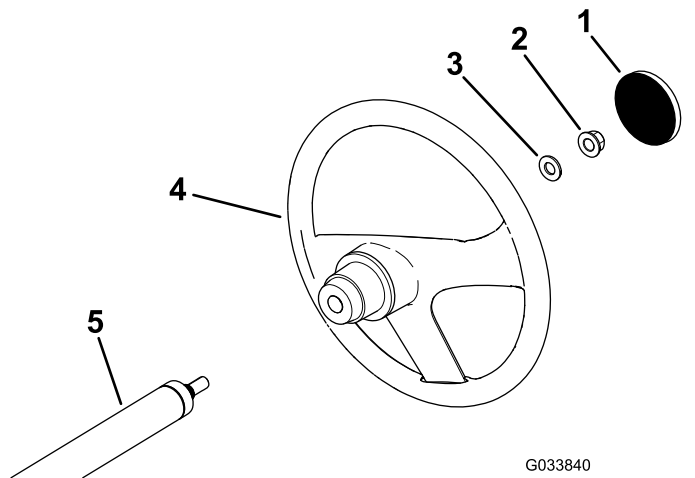

Figura 3
- Si la tapa está instalada, retírela del centro del volante (Figura 3).
- Retire la contratuerca (1/2") de la columna de dirección (Figura 3).
- Coloque el volante y la arandela (1/2") sobre la columna de dirección (Figura 3).
- Instale la tapa en el volante (Figura 3).